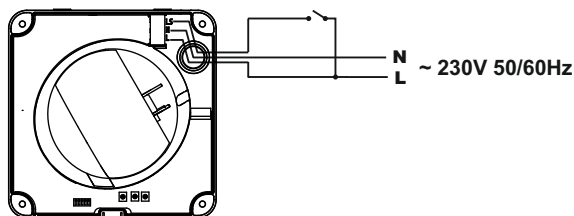
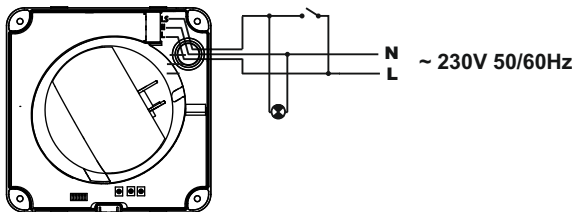

Fig.9
Fig.10
2. Fonctionnement automatique comme décrit précédemment avec possibilité de forcer le passage en vitesse maximale avec un interrupteur indépendant (fig.9) ou l'interrupteur de la lumière (fig.10) quand le niveau d'humidité dans la pièce est inférieur à la valeur de consigne. Dans ce cas, après avoir éteint la lumière ou ouvert l'interrupteur indépendant, l'appareil continue de fonctionner le temps fixé par la temporisation avant de repasser en vitesse lente, sauf si le niveau d'humidité dans la pièce est supérieur à la consigne.